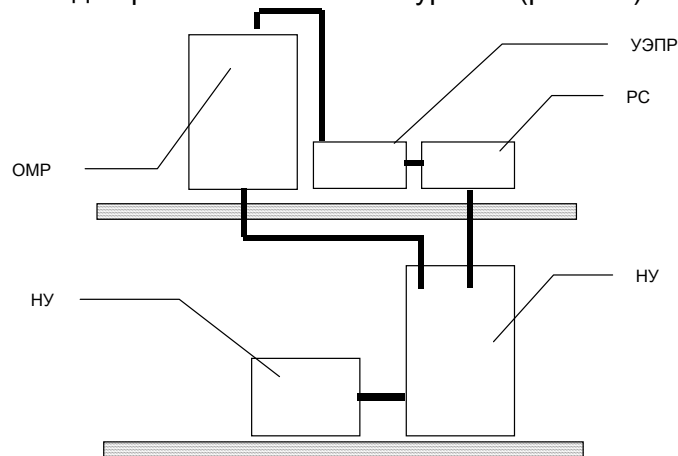

рис. 1.1
- СПРУТ-100-00 для расположения в 2-х уровнях (рис. 1.1);